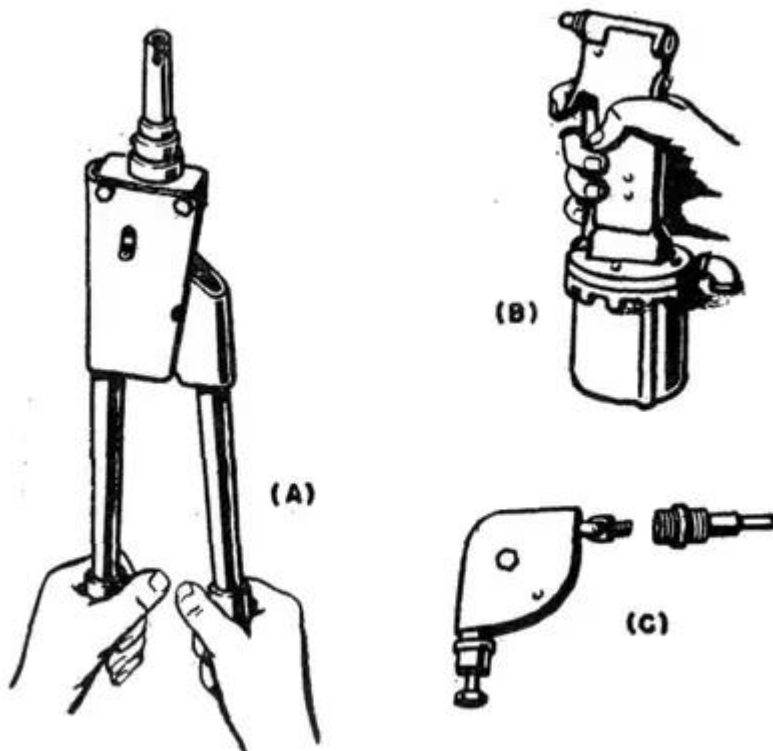

fig. 108-B.— Riveuses pour rivets "cherry".
Les rivets du type «cherry» se posent au moyen d'outils manuels ou pneumatiques. (Voir figures 108 (A) et (B).) Ces deux outils fonctionnent d'après le même principe. Ils sont pourvus d'une bouterolle de traction qui est destinée à tirer le mandrin des rivets tandis qu'un manchon, placé autour de cette bouterolle, sert à exercer une pression ferme sur la tête même du rivet. Cet assemblage forme le dispositif de traction.